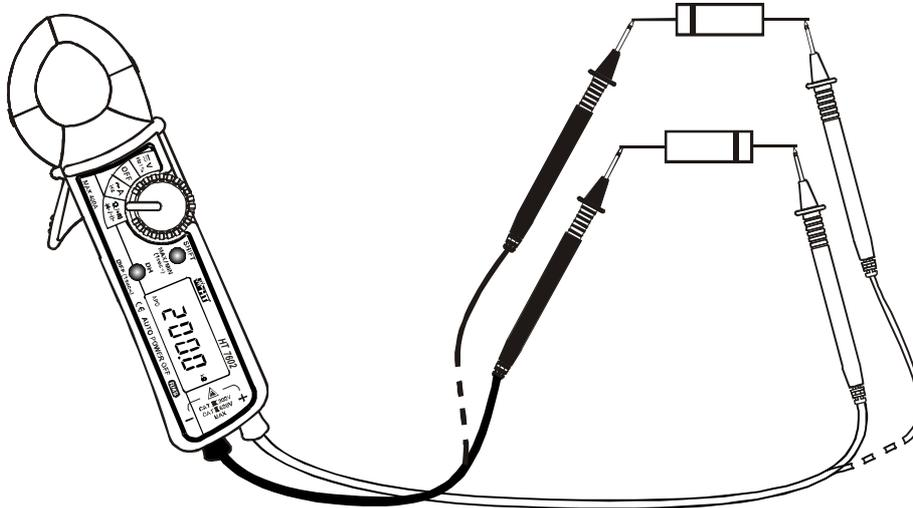

Abb. 5: Diodentest
3. Verbinden Sie die rote Messleitung mit der + Buchse und die schwarze Messleitung mit der – Buchse. (siehe Fig.5)